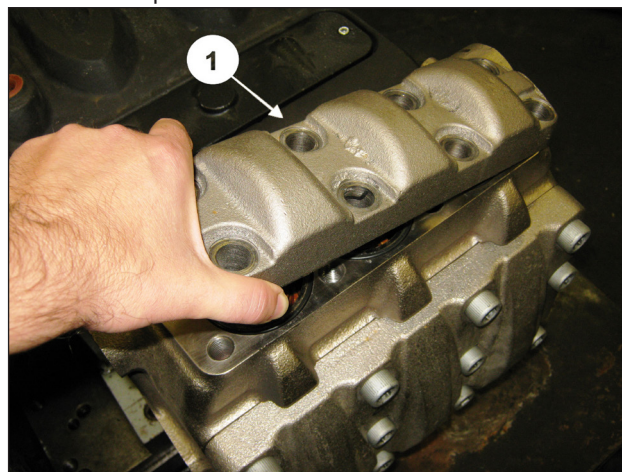
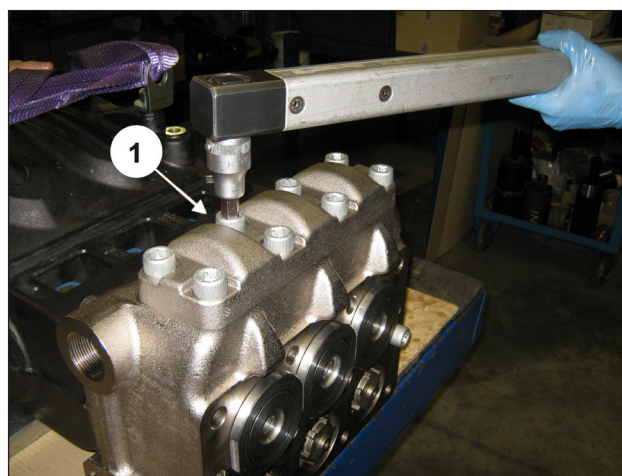

Fig. 147
Fig. 148
Dopo aver terminato il montaggio dei gruppi valvola di mandata applicare il coperchio valvole mandata (pos. ①, Fig. 147) e avvitare le 8 viti M16x45 (pos. ①, Fig. 148) come indicato nel capitolo 3 TRARATURE SERREGGIO VITI.